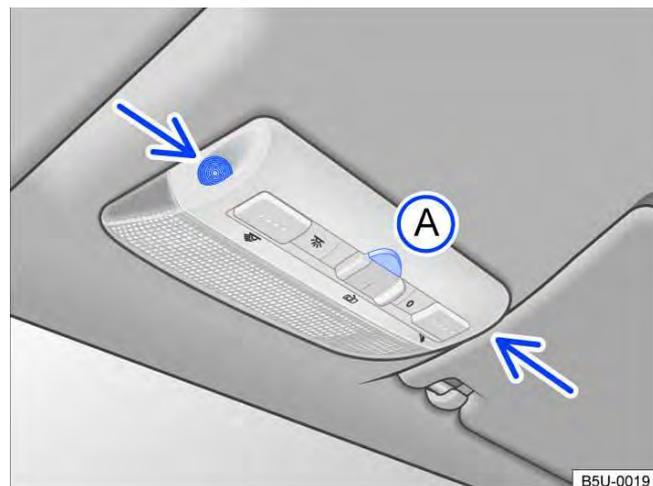
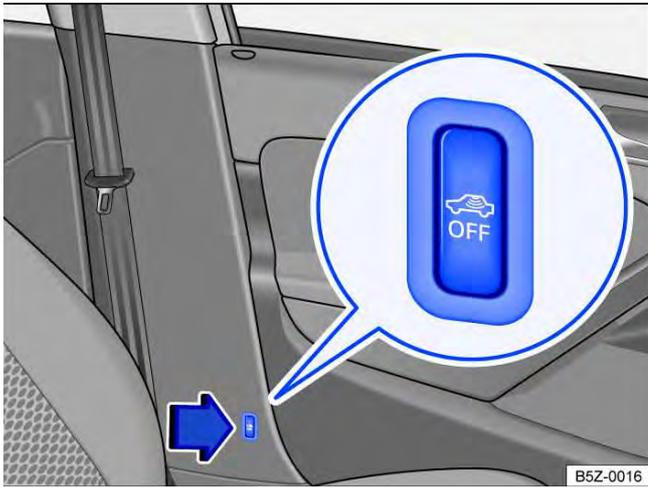

Fig. 53 No console do teto: sensores de monitoramento do interior do veículo e tecla (A) para desligar o monitoramento do interior do veículo. ▶
Fig. 54 Ao lado do banco do condutor: botão para desligar o monitoramento do interior do veículo.
O monitoramento do interior do veículo dispara o alarme com o veículo travado, se reconhecer movimentos no interior do veículo. O sensor e o receptor estão localizados no conjunto da lanterna de leitura → Fig. 53 (setas).
- Pressionar a tecla → Fig. 53 (A) ou → Fig. 54 (OFF) por 2 segundos. No painel de instrumentos a luz de controle se acende.